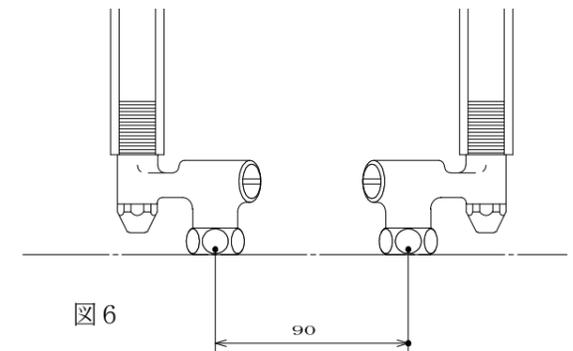

図6
② 左右のクランクナット間寸法が90mmになるように調節し、上から見て端面が水平になるように水栓取り付け脚に取り付けます。(図6参照)